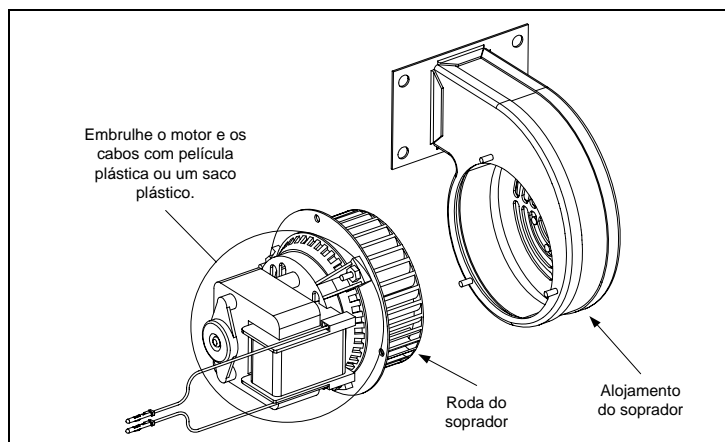

Figura 3
3. Embrulhe o motor com película plástica para evitar a penetração de água. Aplique desengordurante ou detergente sobre a roda e o alojamento do soprador. Deixe-o atuar por cinco minutos. Enxágüe a roda e o alojamento com água corrente quente e, em seguida, seque-os com um pano limpo. (Veja a Figura 3)